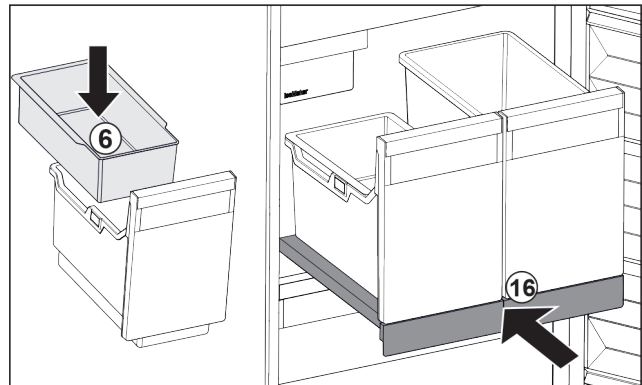

Fig. 35
- ▶ Вставити підвісний лоток Fig. 35 (6) для кубиків льоду.
- ▶ Вставити витяжну панель з резервуаром (IceTower). Fig. 35 (16)